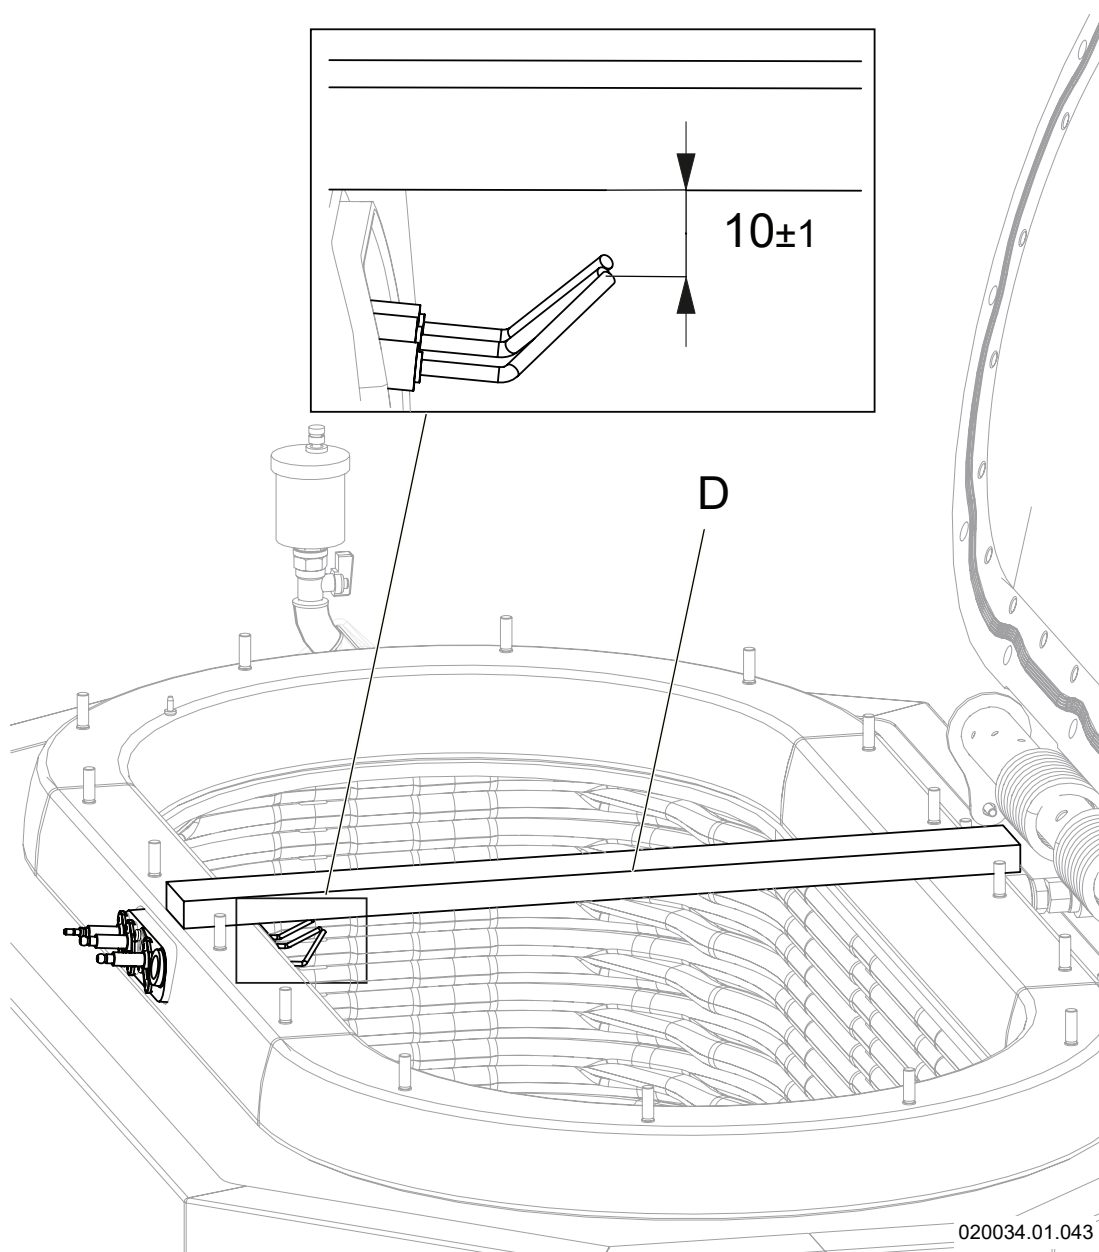

Figura 8-17 - Distanza in mm degli elettrodi di accensione e di rilevazione dal bruciatore
4. - Posizionare un tubolare quadrato "D" o similare, sullo scambiatore (vedi Figura 8-17), assicurarsi che sia in piano e sopra agli elettrodi di accensione e rilevazione;
5. - Verificare che la distanza degli elettrodi di accensione "A" - "B" e di rilevazione "C" dalla superficie del tubolare sia di 10 mm (Figura 8-17);